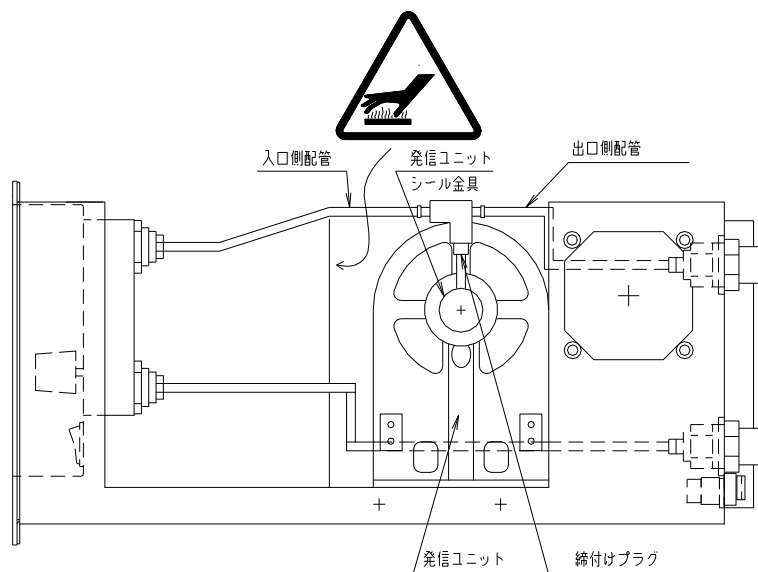

Fig. 2
- (12) ガス入口側配管, 出口側配管を接続します。 Fig. 2 参照